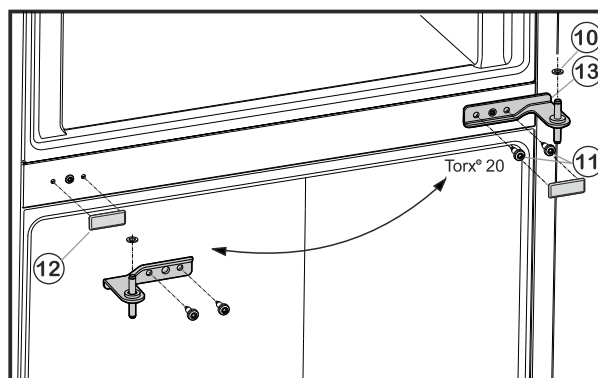

Fig. 6
- ▶ Śruby mocujące Fig. 6 (11) odkręcić (2 x Torx® 20) i z dolnych drzwi wyjąć środkową płytkę zawiasu.
- ▶ Zdjąć podkładkę z tworzywa sztucznego Fig. 6 (10).
- ▶ Ostrożnie zdjąć osłonę Fig. 6 (12).
- ▶ Założyć osłonę Fig. 6 (12) po przeciwnej stronie.
- ▶ Środkową płytkę zawiasu Fig. 6 (13) obrócić o 180° włożyć w dolne drzwi i przykręcić po nowej stronie zawiasu za pomocą śrub mocujących Fig. 6 (11) (2 x Torx® 20) (z siłą 4 Nm).
- ▶ Ponownie założyć podkładkę z tworzywa sztucznego Fig. 6 (10).
- ▶ Założyć górne drzwi na środkową płytkę zawiasu Fig. 6 (13).